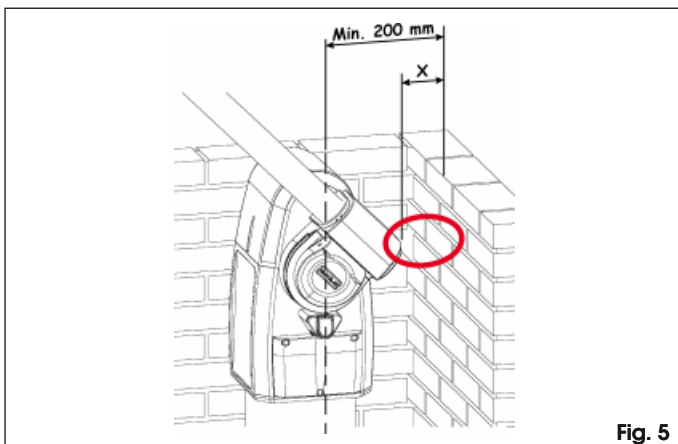

Fig. 5
- contrôler que les espaces minimums de manœuvre, illustrés dans la Fig. 5, sont respectés.
**Si la cote "X", indiquée dans la Fig. 5, est inférieure à 500 mm, il est OBLIGATOIRE de protéger la zone indiquée avec un dispositif de protection conforme à la norme UNI EN 12978**